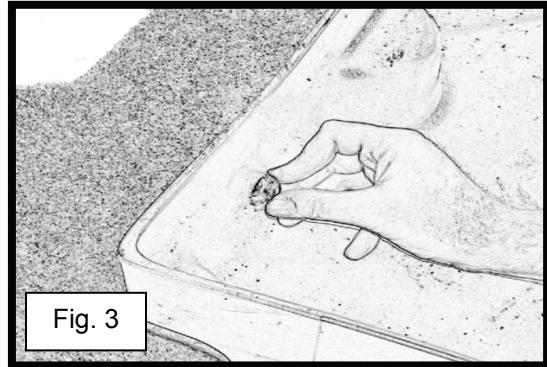

Fig. 3
- 3) Sätt in gummigenomföringen i det borrade hålet (se fig. 3). Använd änden på skruvmejseln och kittkniven för att justera genomföringen runt hålet. Arbeta in genomföringen i hålet från båda sidorna av uppsamlingsplattformen. När du har placerat genomföringen rätt ska det se ut som i figur 4. Upprepa steg tre för uppsamlingsplattformen mittemot.